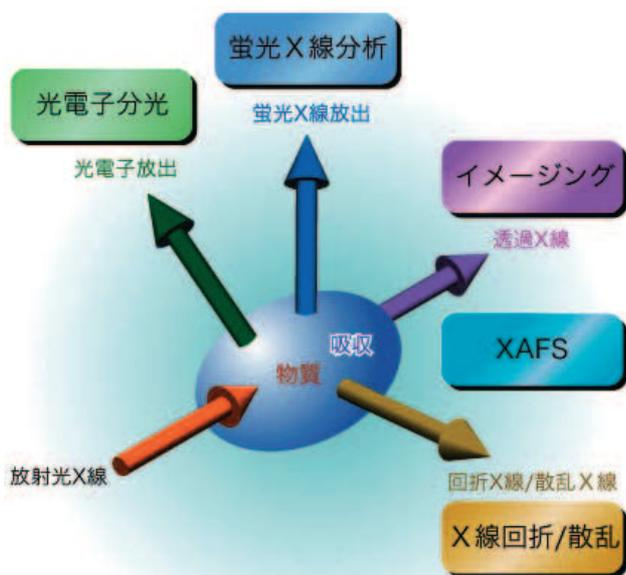

図6 X線と物質の相互作用
これらのBLは、図6に示すように、物質と放射光（X線）の相互作用、すなわち、①吸収、②透過、③回折・散乱、④分光（二次放射など）を応用して、物質の種類、構造、特性を微細に、様々な環境下での変化、反応を時間変化も含めて、調べることが出来る。ほとんどのBLには、複数の実験ステーションが備えられていて、種々の側面から実験が可能である。誤解を恐れずに言うなら、SPring-8という巨大施設の機能は、①微細構造解析器、②超精密分析器、③高感度透視カメラ、ということもできる。かつて、カレーの砒素混入事件で、②の機能をBL08Wで実施し、わずかの資料からさらに微量の重金属の不純物を分析できたことでSPring-8が広く知られることになった。